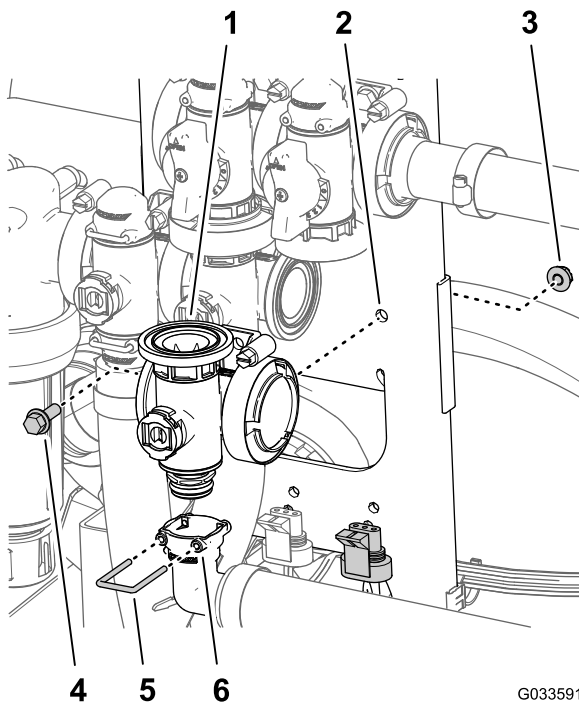

図 130
5. 90° 出口フィッティングのソケットを、マスターブームバルブ用のマニホールドの底部にあるカップリングのフィッティングに取り付ける 図 130。
6. 出口フィッティングのソケットにリテーナを入れて出口フィッティングのカップリングを固定する図 130。